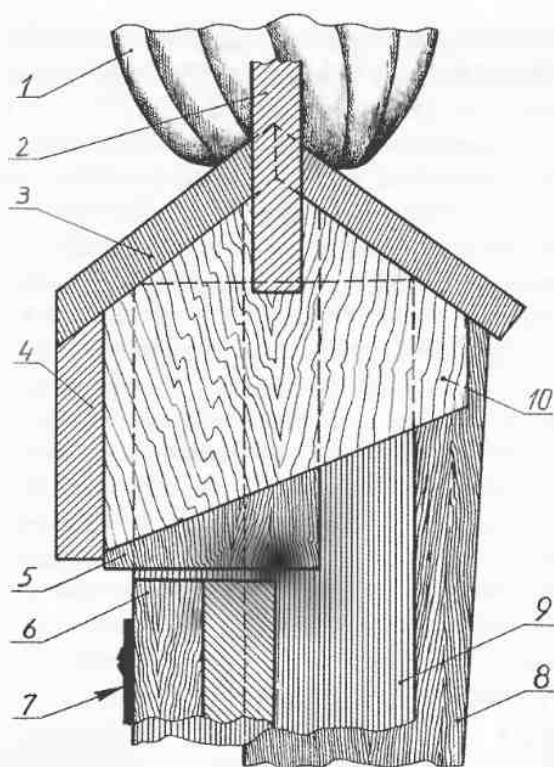

Рис. 284. Поперечный разрез охлупня ворот:
**План конструкции ворот.** Начнем с размеров и пропорции ворот. Примем их проезжую часть в 300 см, достаточную для грузовых машин, имеющих габарит по ширине в 250 см. Охлупень (назовем так верхнюю перемычку ворот) сделаем съемным на случай провоза высокого груза. Он будет в виде двух досок «домиком», со скатами, расположенных под углом 100—110° друг к другу, и с третьей доской с внешней стороны ворот, расположенной также горизонтально, но в вертикальной плоскости. Третья доска будет прибита к кромке внешней доски «домика», а к ней будут прибиты поперечные косячки для крепления скатных досок (рис. 284), запор ворот, другие детали.